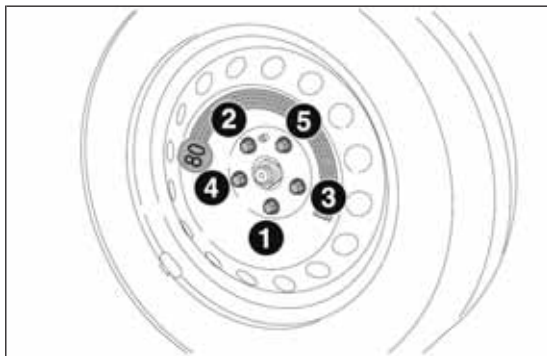

fig. 161
- ☐ con la llave A, apretar a fondo los tornillos, pasando alternativamente de un tornillo al diametralmente opuesto, siguiendo el orden numérico ilustrado en fig. 161;